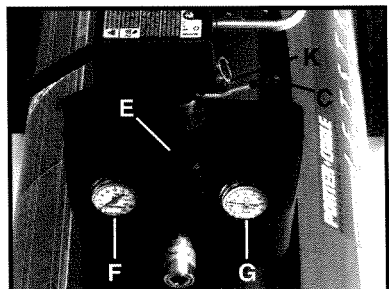

Fig. 3
**Interruptor de ENCENDIDO/AUTO-APAGADO (C), Fig. 3:** Ponga este interruptor en la posición de ENCENDIDO para suministrar alimentación al conmutador automático activado por presión prefijada y en la posición de APAGADO para interrumpir el suministro de alimentación al final de cada uso.
**Regulador (E), Fig. 3:** La presión del aire que viene del tanque de aire se controla mediante el regulador. Tire hacia arriba del pomo del regulador para DESBLOQUEARLO. Gire el pomo del regulador en el sentido de las agujas del reloj para aumentar la presión y en sentido contrario al de las agujas del reloj para reducirla. Para evitar tener que hacer algún reajuste menor después de hacer un cambio en la graduación de la presión, aproxímese siempre a la presión deseada desde una presión menor. Cuando reduzca la presión de un valor más alto a uno más bajo, reduzca primero la presión a un valor inferior al deseado y luego aumentela hasta el valor deseado. Según los requisitos de aire de cada accesorio específico, es posible que sea necesario ajustar la presión de aire regulada en la salida mientras se utiliza el accesorio. Empuje hacia abajo sobre el pomo del regulador para BLOQUEARLO en la posición correspondiente al valor deseado.
**Manómetro de salida (F), Fig. 3:** El manómetro de salida indica la presión de aire disponible en el lado de salida del regulador. Esta presión es controlada por el regulador y siempre es menor o igual que la presión del tanque. Consulte la sección “Procedimientos de funcionamiento”.
**Manómetro del tanque (G), Fig. 3:** EL manómetro del tanque indica la presión del aire de reserva del tanque.
**Válvula de seguridad (K), Fig. 3:** Si el conmutador activado por presión prefijada no apaga el compresor de aire al alcanzar el punto de presión de desconexión, la válvula de seguridad protegerá contra la presión alta “disparándose” cuando se alcance su presión ajustada de fábrica (un valor un poco mas alto que el punto de presión de desconexión del conmutador activado por presión prefijada).